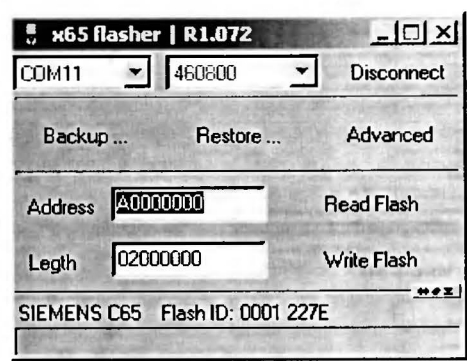
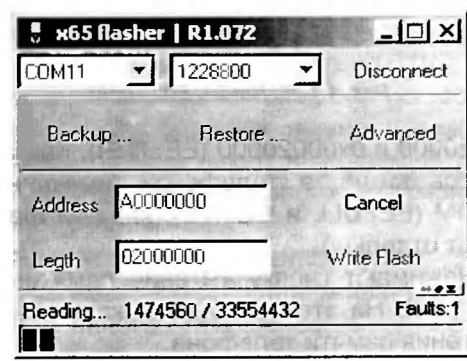

Рис. 1.1.33. Телефон подключен
Рис. 1.1.34. Сохранение копии Fullflash
4. Если программе x65flasher удалось подключиться к телефону, то она определит его модель и ID-номер микросхемы Flash-памяти (рис. 1.1.33).
6. После этого начнется процесс загрузки данных из телефона (рис. 1.1.34), по окончании которого диалоговое окно x65flasher вернется к виду, приведенному на рис. 1.1.33.